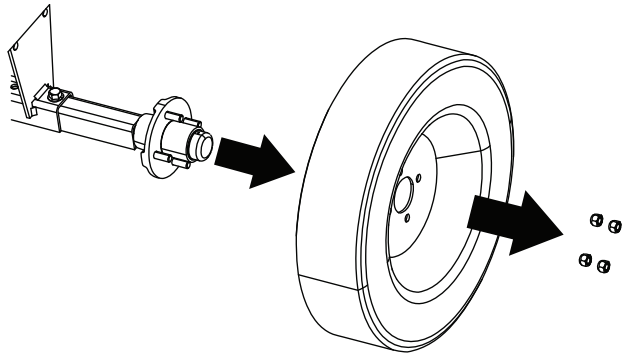

Figura 38
2. Retire las tuercas que sujetan la rueda al cubo (Figura 38).